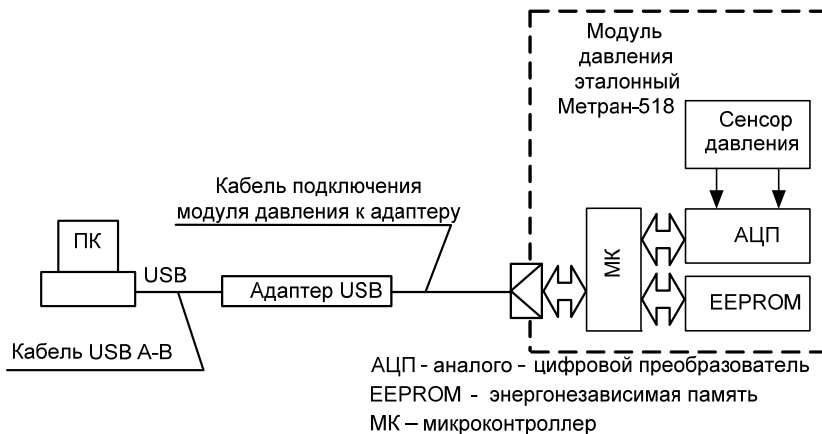

Рисунок 2 – Схема подключения модуля давления при работе в составе поверочной измерительной лабораторной установки
2.3.1.3 Затем подключить модуль давления к адаптеру USB прилагаемым кабелем подключения (см. рис. 2).